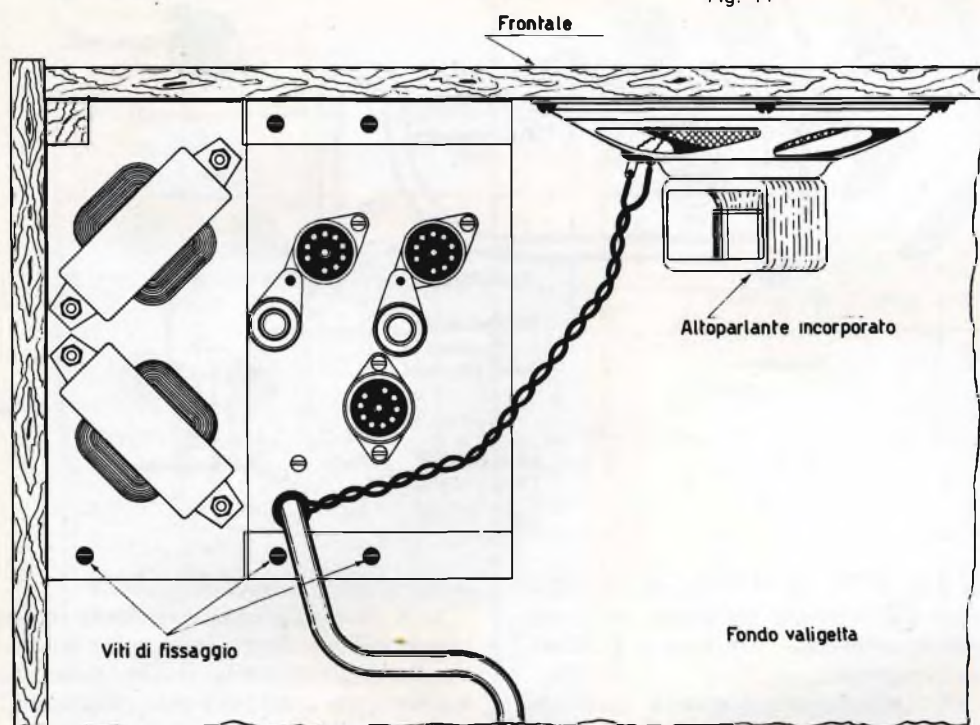

Fig. 12
I fermavalvola verranno fissati, come indicato in fig. 12, al posto di una delle viti di fissaggio dello zoccolo.
8) Partendo dallo stesso terminale 3 dell'ancoraggio piccolo, saldare uno spezzone di conduttore lungo circa 30 cm. ; esso verrà successivamente collegato alla presa G/2226 dell'altoparlante fissato sul pannello frontale di legno della valigetta (ve di fig. 12).